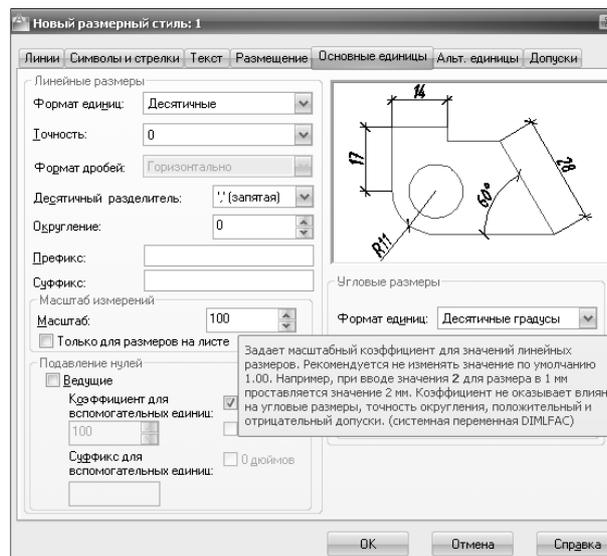

Рисунок 29– Диалоговое окно «Новый размерный стиль», вкладка «Основные единицы»
– Вкладка «Основные единицы» в поле «Линейные размеры» устанавливается точность единиц измерения размеров (0), в поле «Масштаб измерений» устанавливается коэффициент масштаба. Например, если: М 1:1 – 1; М 2:1 – 0.5; М 1:100 – 100 (рис. 29).